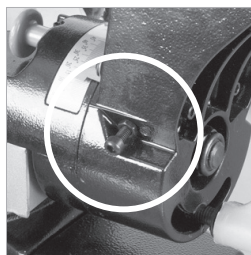

Fig. 16
- Utilisez une clé 6 pans pour régler la vis de réglage selon vos besoins (**Fig. 16**)